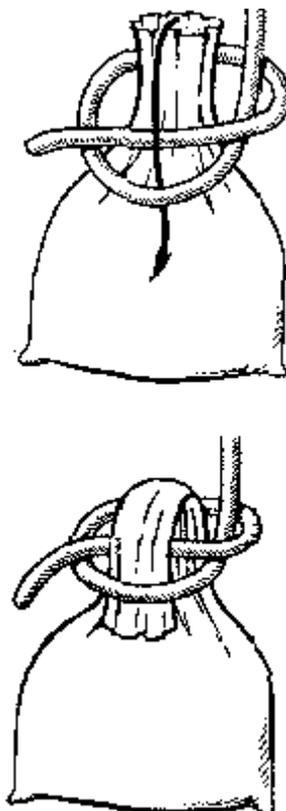

Рис. 109. Мешочный узел
**Мешочный узел** (рис. 109). Во флотах различных стран матросы хранили свои личные вещи по-разному – в мешках, рундуках и “чемоданах”. Например, по традиции военного королевского флота Великобритании одежда матросов хранилась исключительно в парусиновых мешках длиной 3 фута с диаметром круглого днища 1 фут. Матросам торгового флота Великобритании разрешалось иметь в кубрике деревянные рундуки размером примерно 2,5x1,5x1,5 фута. В Российском императорском военном флоте для хранения личных вещей матросов употреблялись большие и малые “чемоданы”, сшитые из серой парусины № 6. Большой имел длину 2 фута 9 дюймов, ширину 1 фут 2 дюйма и высоту 1 фут. Малый был длиной 1 фут 2 дюйма, шириной 1 фут и высотой 9 дюймов. Оба имели от четырех до семи люверсов и парусиновый клапан. Брезентовые мешки английских военных матросов имели 12 люверсов, которые затягивались куском лян. Для переноски мешков матросы прикрепляли к ним кусок штерта, которым завязывали их мешочным узлом.